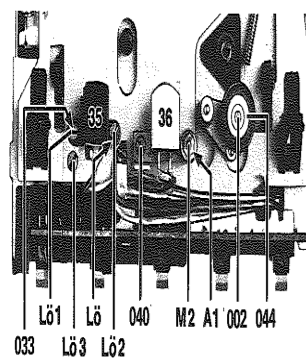

Fig. 15
24. Remplacement du galet presseur (Fig. 15)